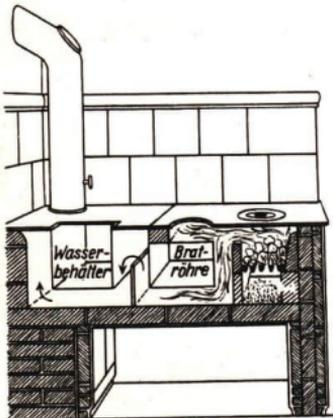
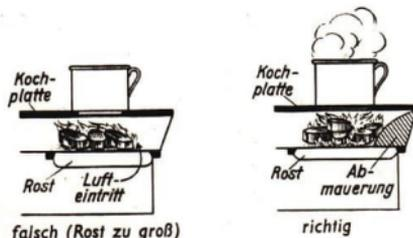

Abb. 71. Kohlenherd
Abb. 72. Falschluff beim Kohlenherd
3. Das richtige Herdfeuer. Beim Kohlenherd in der Küche (Abb. 71) ist darauf zu achten, daß die Feuerstelle nicht zu groß ist und nicht zu tief liegt. Ist sie zu groß, so tritt zuviel Luft ein, die den Verbrennungsgasen Wärme entzieht und sie ungenutzt in den Schornstein entführt. Das ist bei zu großem Rost (Abb. 72) der Fall. Er muß abgemauert werden; undichte Stellen sind mit Lehm zu verschmieren; denn „falsche Luft“, die durch Spalten in der